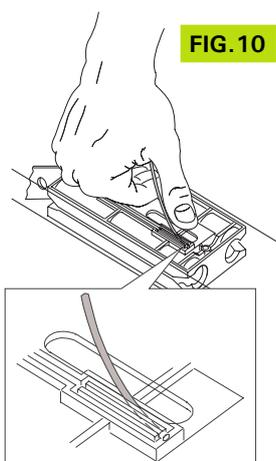

FIG.10
- 2) Introduire l'extrémité du câble dans le logement rouge prévu à cet effet (fig. 10).